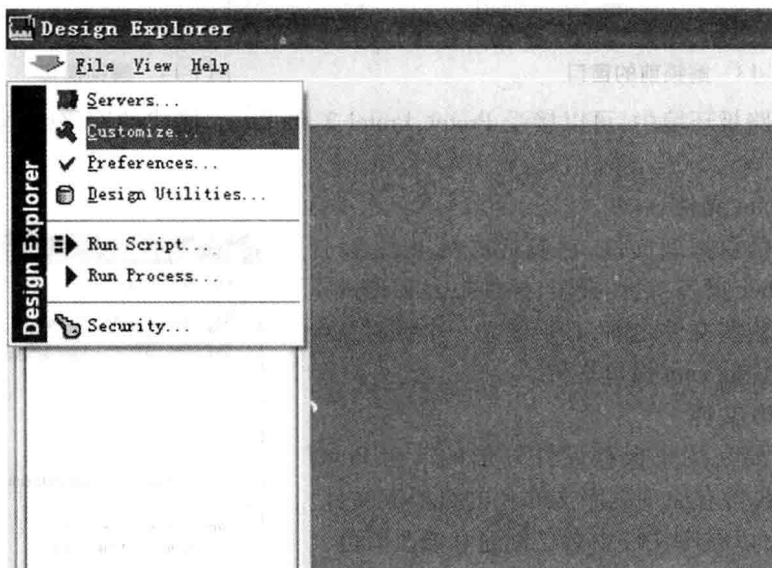

图 1-16 Protel 99SE 基本选项设置菜单
(1) 打开 Protel 99SE,如图 1-16 所示。单击窗口左上角的  按钮,执行菜单命令【Customize...】。